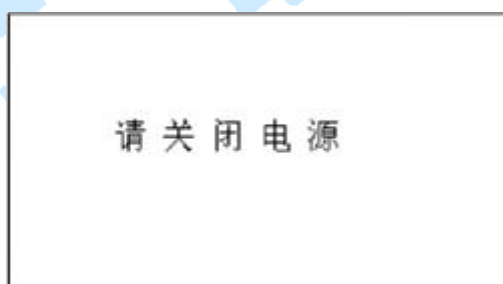

图 19
8. 系统具备自动提示关机功能，非测试状态下，若 5 分钟无任何操作，则显示图 19 关机提示界面。